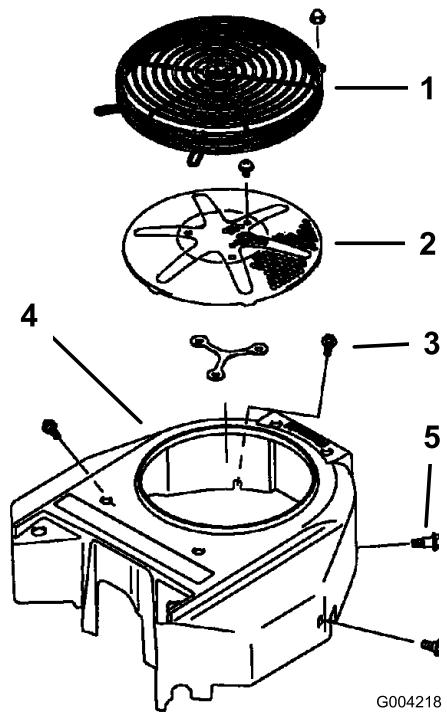

Figure 60
3. Enlevez la grille d'entrée d'air et le boîtier du ventilateur (Figure 60).
5. Remettez la grille d'entrée d'air, le lanceur et le boîtier du ventilateur (Figure 60).